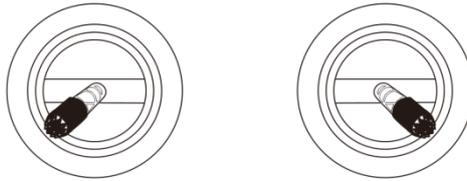

Figura 2-4 Bloquear
1. Realiza la operación mostrada en la Figura 2-4 para bloquear el dron.